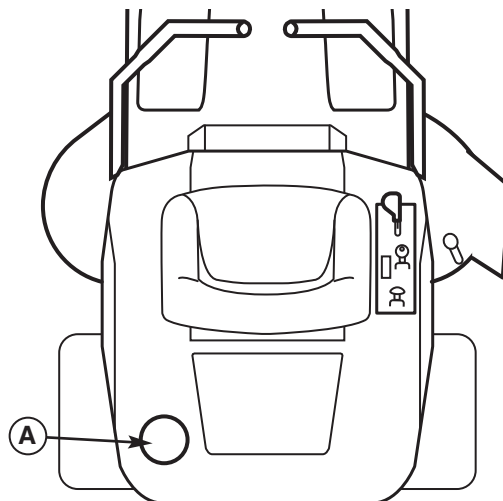

Figura 5. Verificaciones Previas al Arranque
1. Quite el tapón de la gasolina (A, Figura 5).